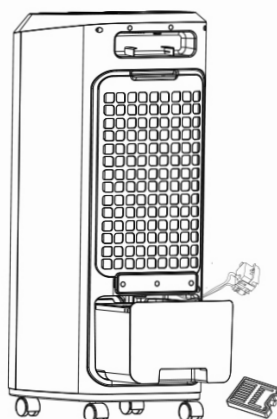

Abbildung 2
2. Heben Sie die Wasserpumpe an, wenn Sie den Wassertank herausziehen, und entnehmen Sie den Tank vollständig. Siehe Abbildung 2.